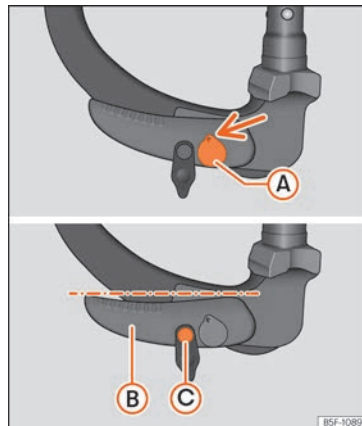

Fig. 266 Position de réserve : position du levier et de la broche de déverrouillage
- La clé (A) » fig. 266 se trouve en position de déverrouillage (la partie trouée de la clé est visible vers le haut).
- Le levier (B) » fig. 266 se trouve en position inférieure.
- Il est possible de déplacer la broche de déverrouillage (C) » fig. 266.